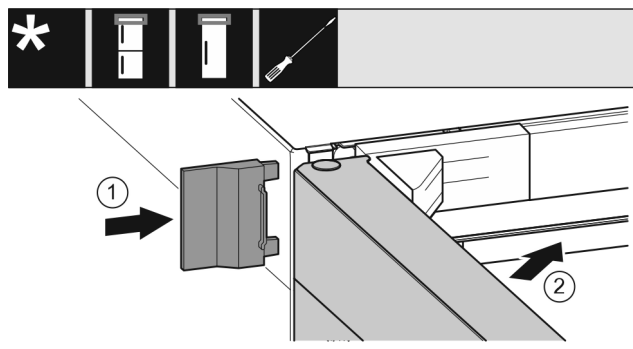

Fig. 26
- Wsunąć zewnętrzną osłonę Fig. 26 (1).
- Zamknąć górne drzwi Fig. 26 (2).